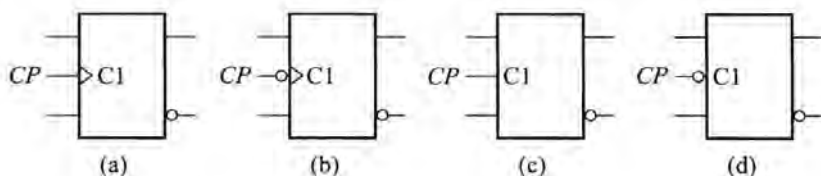

图 4.3.2
(10) 维持阻塞型 D 触发器的状态由 CP _____ 时 D 的状态决定。
(11) 某触发器的状态是在 CP 的下降沿发生变化, 它的电路图形符号应为图 4.3.2 中的 _____。